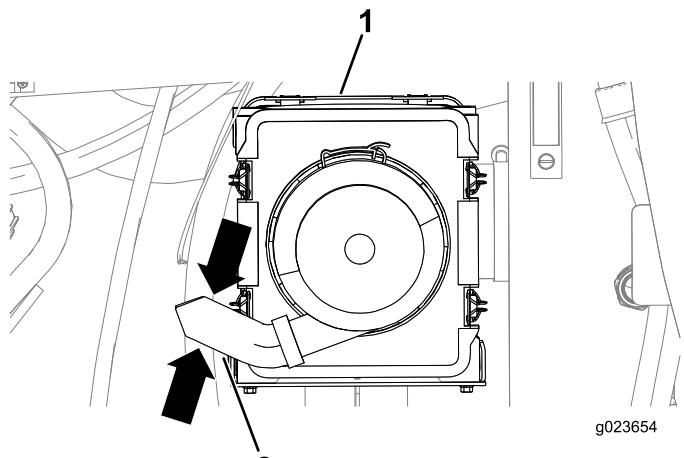

Bild 84
3. Drücken Sie die Seiten des Staubventils auf der Luftfilterabdeckung zusammen, um Wasser-, Staub- oder Schmutzansammlungen aus dem Ventil zu entfernen (**Bild 84**).